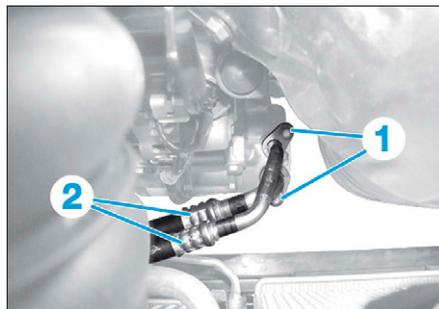

FIG. 4
- les écrous (1) (Fig.4).
- Désaccoupler les conduits de réfrigération (2) perpendiculairement au compresseur de réfrigération.